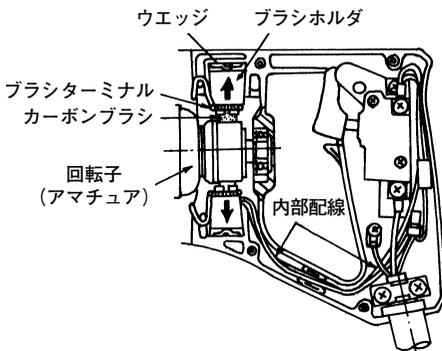

図 4
- (3) ブラシホルダに割れ(クラック)を生じさせないようにウエッジを指で押し込み、木ハンマーなどで軽く打ち込みます。割れのあるブラシホルダをそのまま組み込みますと感電の原因となりますので必ず新品と交換してください。
- (4) 内部配線類が図4のように正規の位置にあること、また内部配線類が回転子(アマチュア)に接触しないことを十分確認してください。
- (5) 内部配線類がハウジングとの間にかみ込まれないよう十分注意してハンドルカバーをかぶせて小ネジを締付けてください。